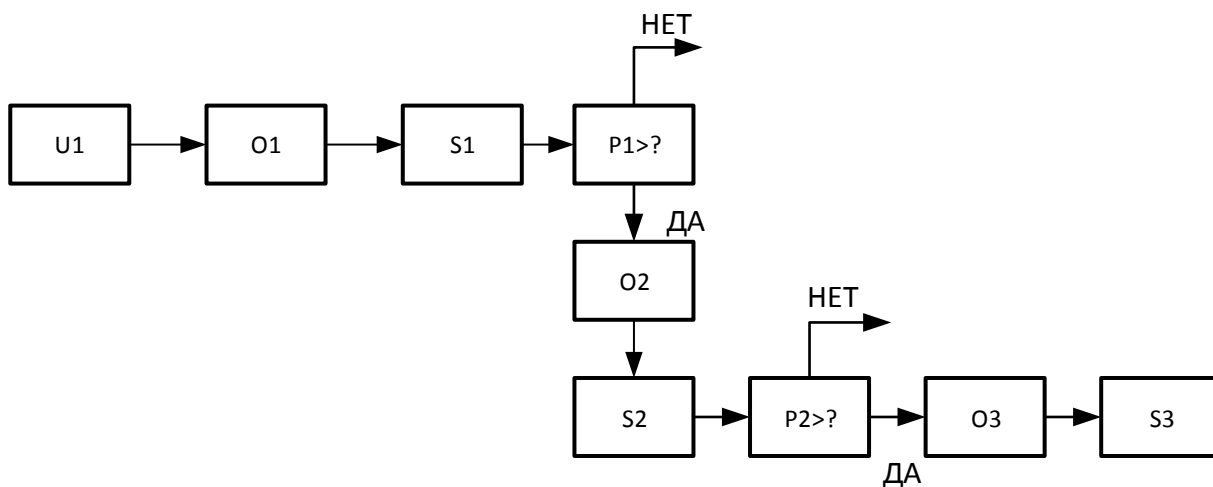

Рис. 10. Вариант 10 (Функциональная схема СМО)
10. Схема работы СМО представлена на рис.10. Детали в систему поступают из источника U1, накапливаются в очереди конечной длины O1, а затем обслуживаются сервером S1. Обработанные на сервере детали с вероятностью p_1 прекращают обработку (третий сорт), и с вероятностью $1-p_1$ продолжают обслуживаться. Для дальнейшей обработки детали поступают в очереди O2, и затем обслуживаются сервером S2. После этого с вероятностью p_2 прекращают обработку деталей (второй сорт), и с вероятностью $1-p_2$ детали попадали в накопитель O3 и продолжают обслуживаться сервером S3 (первый сорт). Исследуйте параметры и характеристики СМО, меняя параметры накопителей, серверов и p_i :